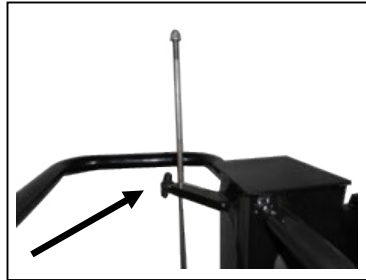

Fig.15
- Dans cette position, régler la tige de contrôle comme sur la fig.15 et la bloquer avec la mollette de serrage.